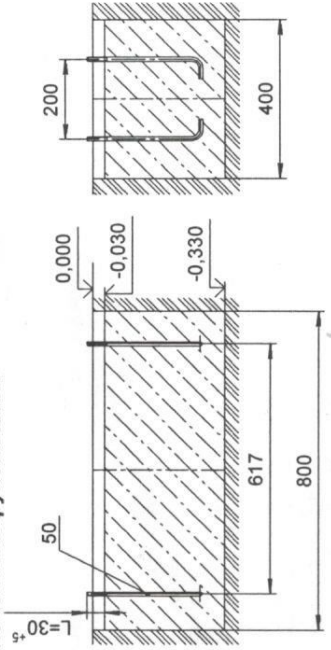

Рис.2
- установить в приямок болты анкерные (поз.50) по размерам на рис.2. Произвести заливку приямка бетоном. Поверхность бетона выровнять горизонтально по уровню.